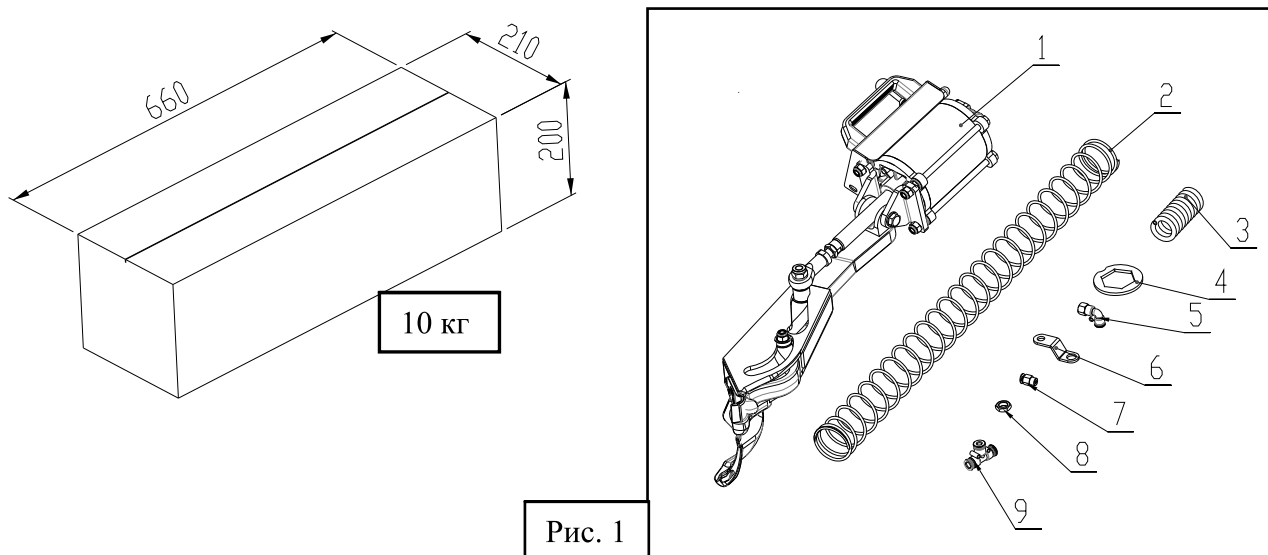

Рис. 1
- Как указано на рис. 4, установите пружину (2/рис. 1) на шестигранный рычаг. Убедитесь в том, что вы установили шайбу (4/рис. 1) на пружине;
- Как указано на рисунке 5, установите L-кронштейн (6/рис. 1) с соединениями (5/рис. 1 и 7/рис. 1) на винт, расположенный на заднем горизонтальном рычаге;
- Установите гайку М12 (8/рис. 1), как показано на рисунке 5;
- Подключите 30мм шланга к Т-образному переходнику (9/рис. 1) в месте (1), как показано на рисунке 6;
- Подключите 1000мм шланга к Т-образному переходнику в месте (2), как показано на рисунке 6;
- Подключите спиральный шланг (3/рис.1), к Т-образному переходнику в месте (3), как показано на рисунке 6;